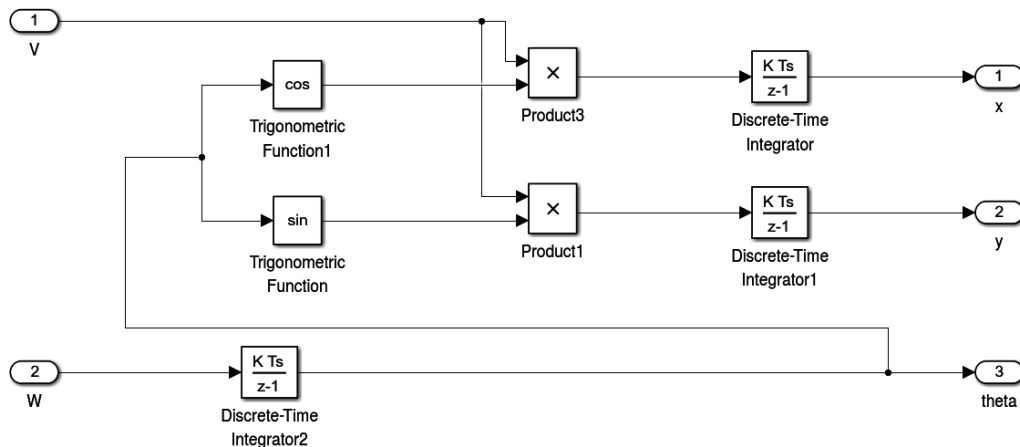

Figura 2. Implementación de las ecuaciones de movimiento del robot móvil.
El bloque Robot deberá implementar las ecuaciones de movimiento mediante el conjunto de bloques básicos de Simulink mostrados en la Figura 2.
1. Implemente el modelo de la Figura 2 (todos los bloques utilizados pueden encontrarse en la librería estándar de Simulink).